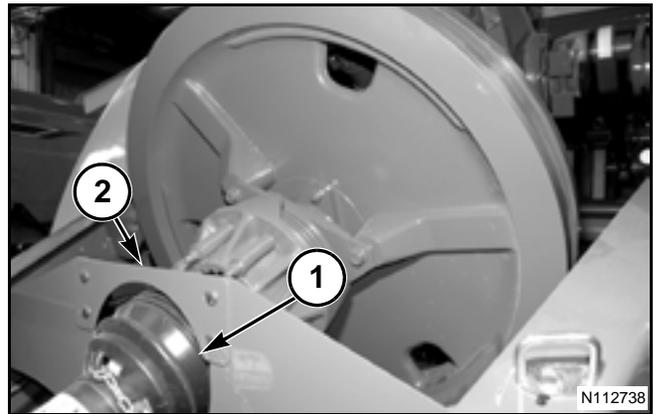

FIG. 92
FIG. 92: Tire de los blindajes de cono (1) por encima de cada extremo del eje de impulsión principal. Conecte las cadenas a cada extremo de las cubiertas de la línea de impulsión principal.